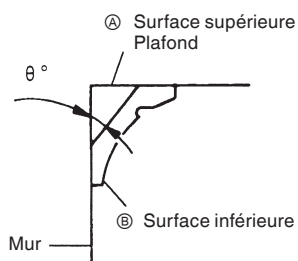
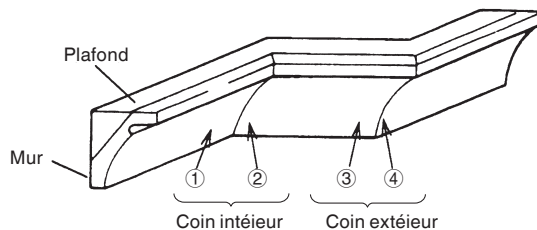

Fig. 31
Fig. 32
La Fig. 31 montre deux types de corniche complexe courants ayant des angles de (θ) 38° et de 45°. Pour les montures de corniche complexe, voir la Fig. 32.
(1) Réglage de coupe en corniche complexe aux positions ① et ④ de la Fig. 32 (voir Fig. 33 ; incliner la tête vers la gauche):
- ① Tourner la plaque tournante vers la droite et régler l'angle d'onglet comme suit:
- ② Incliner la tête vers la gauche et régler l'angle de biseau comme suit:
- ③ Disposer la corniche complexe de façon que la surface inférieure (A sur la Fig. 31) touche la garde comme indiqué à la Fig. 35.
(2) Réglage de coupe en corniche complexe aux positions ② et ③ de la Fig. 32 (voir Fig. 34 ; incliner la tête vers la gauche):
- ① Tourner la plaque tournante vers la droite et régler l'angle d'onglet
- ③ Disposer la corniche complexe de façon que la surface supérieure (B sur la Fig. 31) touche la garde comme indiqué à la Fig. 36.
(3) Réglage de coupe en corniche complexe aux positions ① et ④ de la Fig. 32 (voir Fig. 37 ; incliner la tête vers la droite):
- ② Incliner la tête vers la droite et régler l'angle de biseau comme suit:
- ③ Disposer la corniche complexe de façon que la surface inférieure (Ⓑ sur la Fig. 31) touche la garde comme indiqué à la Fig. 39.
- (4) Réglage de coupe en corniche complexe aux positions ② et ③ de la Fig. 32 (voir Fig. 38 ; incliner la tête vers la droite):
- ③ Disposer la corniche complexe de façon que la surface supérieure (Ⓐ sur la Fig. 31) touche la garde comme indiqué à la Fig. 40.